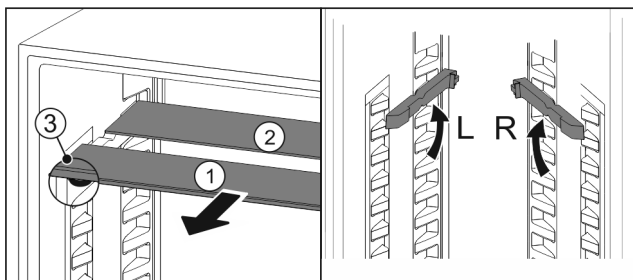

Fig. 81
- ▶ По одной извлеките Fig. 81 (1) стеклянные панели движением вперед.
- ▷ Стеклянная панель Fig. 81 (1) с декоративной планкой лежит спереди.
- ▷ Стопоры Fig. 81 (3) показывают вниз.